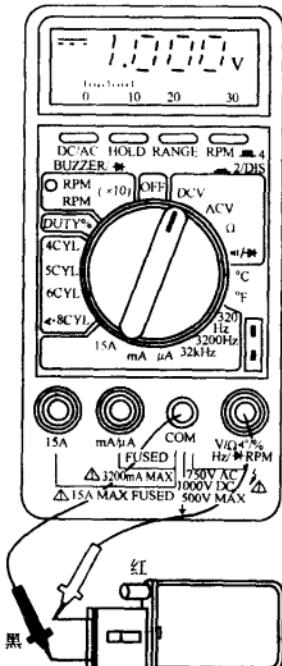

图 1-7 测量直流电压
(2) 测量直流电压 将万用表开关转到直流电压(V)档(选择合适的量程),将表笔并联于被测电路中(将测试表笔接至被测件两端),如图1-7所示。用测电压的方法可以检